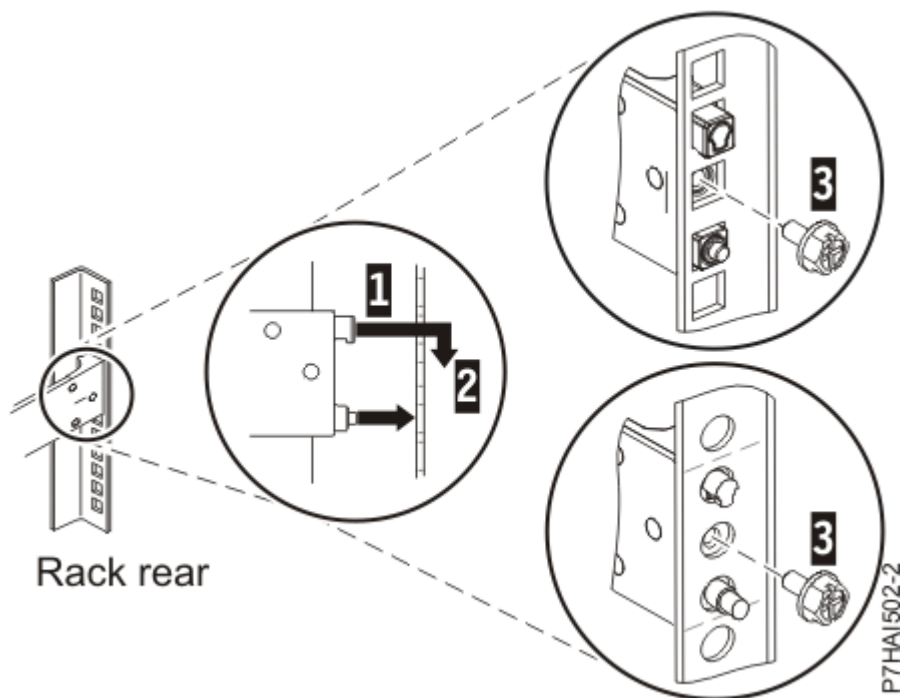

Рисунок 3. Выравнивание и установка штифтов в отверстия в задней части стойки
3. Совместите два штифта на заднем конце направляющей с верхним и нижним отверстиями ранее отмеченного блока EIA. Потяните направляющую на себя, чтобы вставить два штифта в отверстия в стойке **(1)**, затем опустите направляющую **(2)**, чтобы закрыть замок на верхнем штифте. См. Рисунок 3 на стр. 5. Перед продолжением убедитесь, что два штифта выступают из отверстий в стойке.